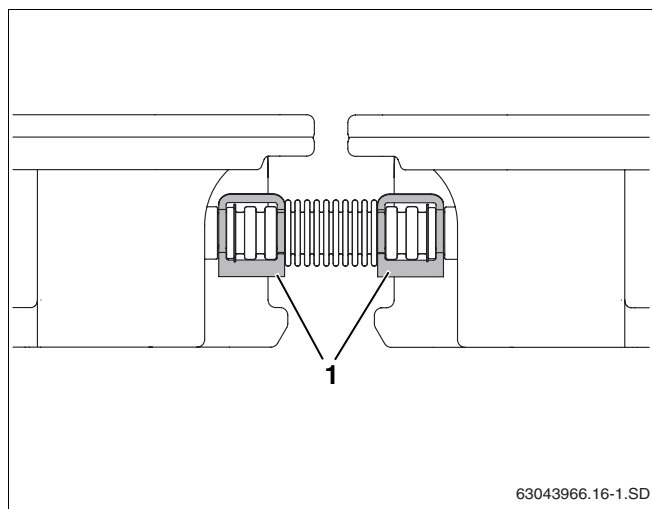

Fig. 50 Tubo di raccordo fissato con clips di fissaggio
- Fissare ciascun tappo di chiusura con una clip e ciascun tubo di raccordo con due graffe (fig. 50, **pos. 1**).